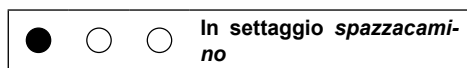

Figura 9.8
- Per settare la funzione spazzacamino le spie di segnalazione 3 devono essere visualizzate come in Figura 9.8 (legenda spie Figura 9.6)